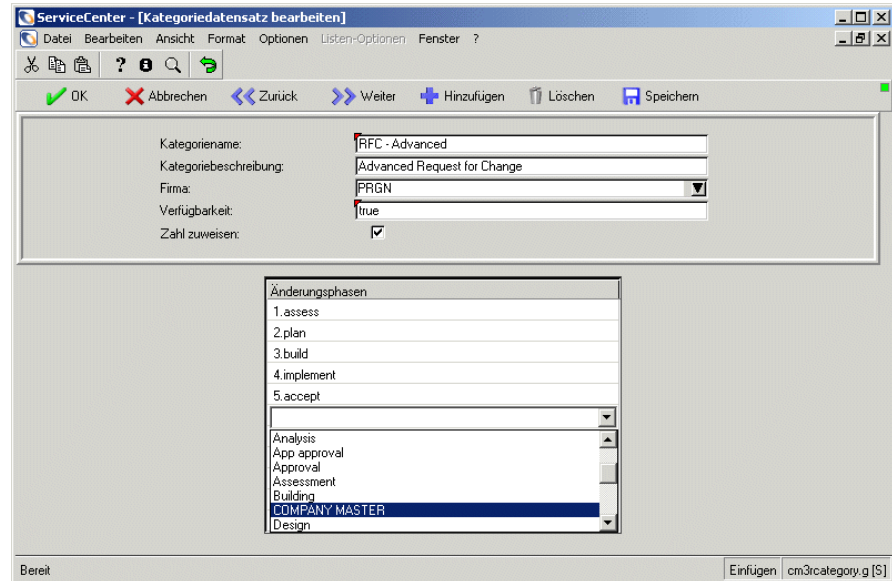

Abbildung 10-36: Änderungsphase COMPANY MASTER auswählen
- 4 Geben Sie den Namen der neuen Phase in das Array **Änderungsphasen** ein. Wenn Sie einer Kategorie eine vorhandene Phase hinzufügen, müssen Sie Ihren Cursor in der nächsten Leerzeile platzieren und auf den Dropdownpfeil klicken. Wählen Sie für diese Übung den Standarddatensatz **COMPANY MASTER** aus (siehe Abbildung 10-36).